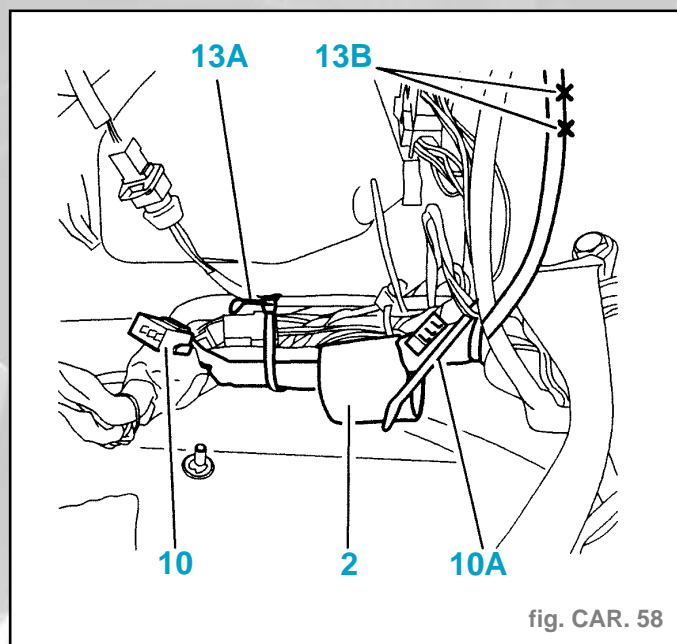

fig. CAR. 58
- Dégrafer le connecteur (**11**) (fig. CAR 58).